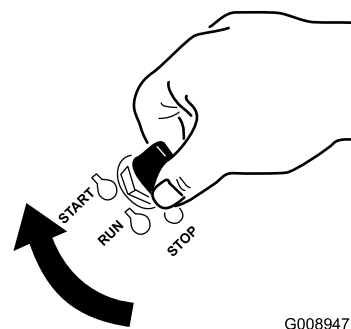

Figure 17
1. Tournez la clé de contact à la position de démarrage (Figure 17). Relâchez la clé quand le moteur démarre.
7. Tournez la clé de contact à la position de démarrage (Figure 17). Relâchez la clé quand le moteur démarre.